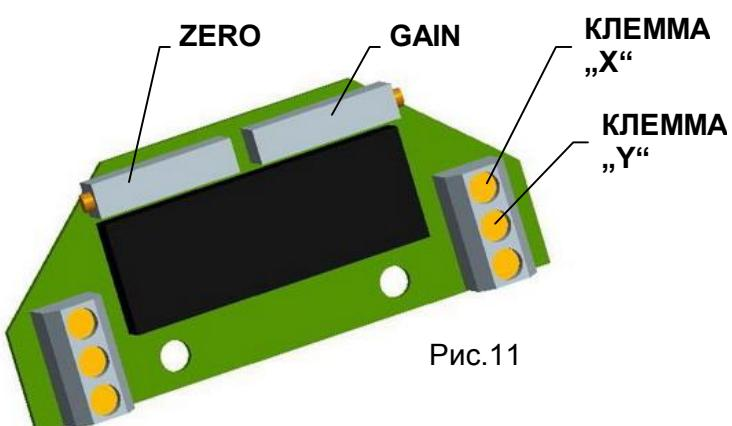

Рис.11
4.6.2 EPV - 3-проводниковое включение (рис.11)
Установите датчик сопротивления на основании инструкций в предыдущей главе так, что величину сопротивления измеряйте на клеммах X-Y (рис.11). (употреблен датчик с сопротивлением 2000Ω или 100Ω)
Поворачиванием устанавливающегося триммера ZERO (рис.11) установите величину выходного сигнала тока, измеряемого на клеммах 81-82, на величину 0 mA или 4 mA.
Поворачиванием устанавливающегося триммера GAIN (рис.11) установите величину выходного сигнала тока, измеряемого на клеммах 81-82, на величину 20 mA или 5 mA.